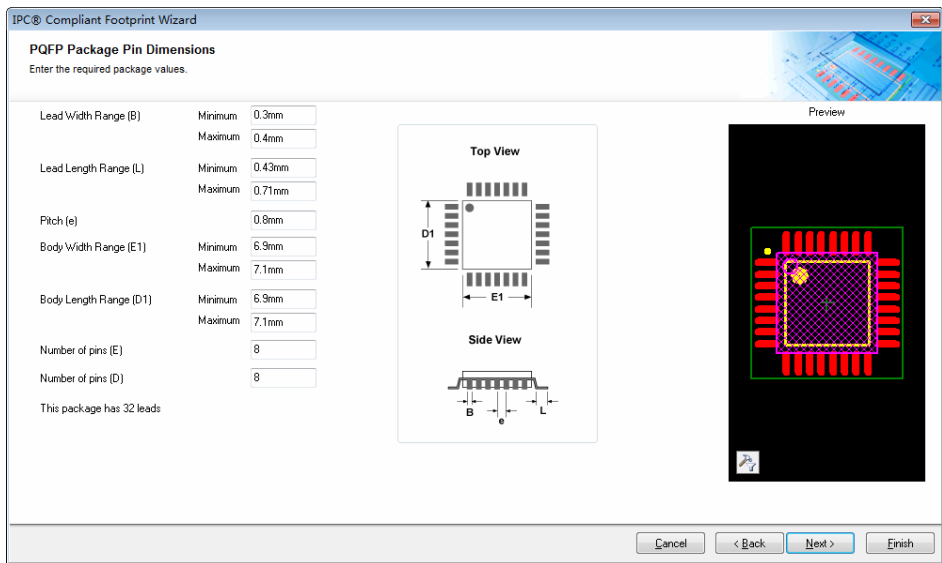

图 19-13 LQFP32 封装的引脚尺寸
4) 单击 Next 按钮，进入封装引脚尺寸设置界面，输入如图 19-13 所示的引脚尺寸，这些数据来自于 STC15 数据手册。